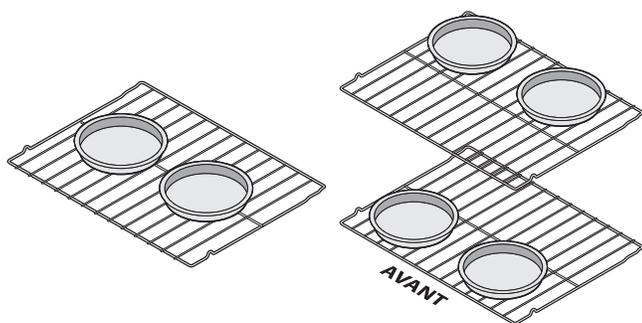

Figure 4 : Cuisson des gâteaux à étages sur deux grilles
- Pour cuire sur deux grilles, laisser au moins 5 cm (2 po) d'écart entre les aliments pour assurer une circulation d'air adéquate. Disposer les ustensiles de pâtisserie comme illustré à Figure 4.